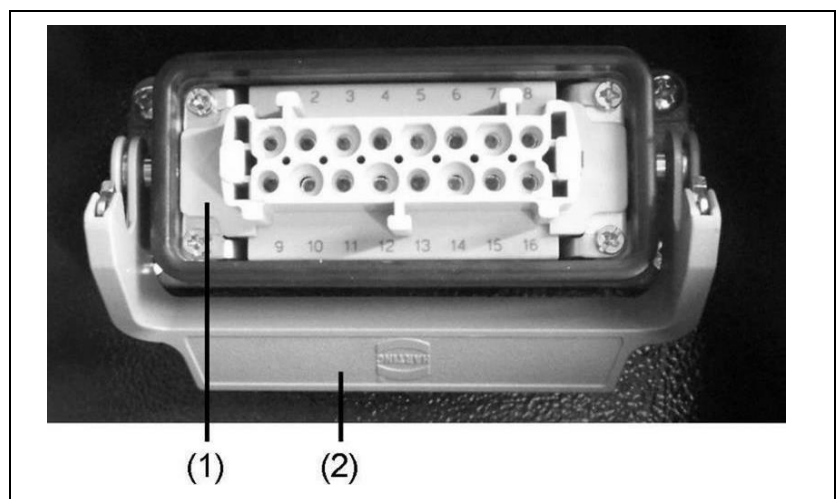

Abb. 5-5: Fernstarteinrichtung mit Harting-Stecker
1. Eventuell vorhandene Schutzkappe der Fernstartsteckdose nach entriegeln des Bügels (Abb. 5-5-(2)) wegklappen.
2. Stecker des Verbindungskabels Fernstart-Bedienstand / Stromerzeuger in die Fernstartsteckdose (Abb. 5-5-(1)) einstecken und mit dem Bügel (Abb. 5-5-(2)) sichern.